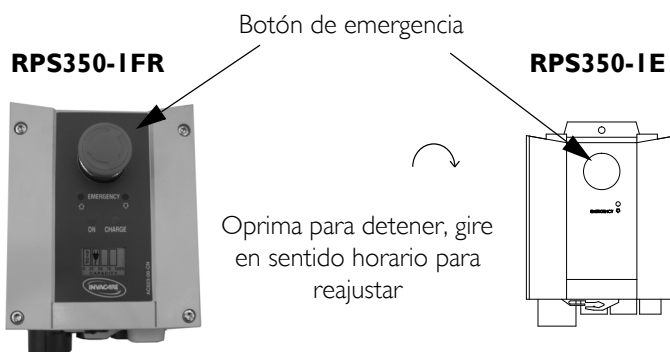

FIGURA 3.1 Operación del grúa de bipedestación
- Consulte el Detalle "A" de la FIGURA 3.1.